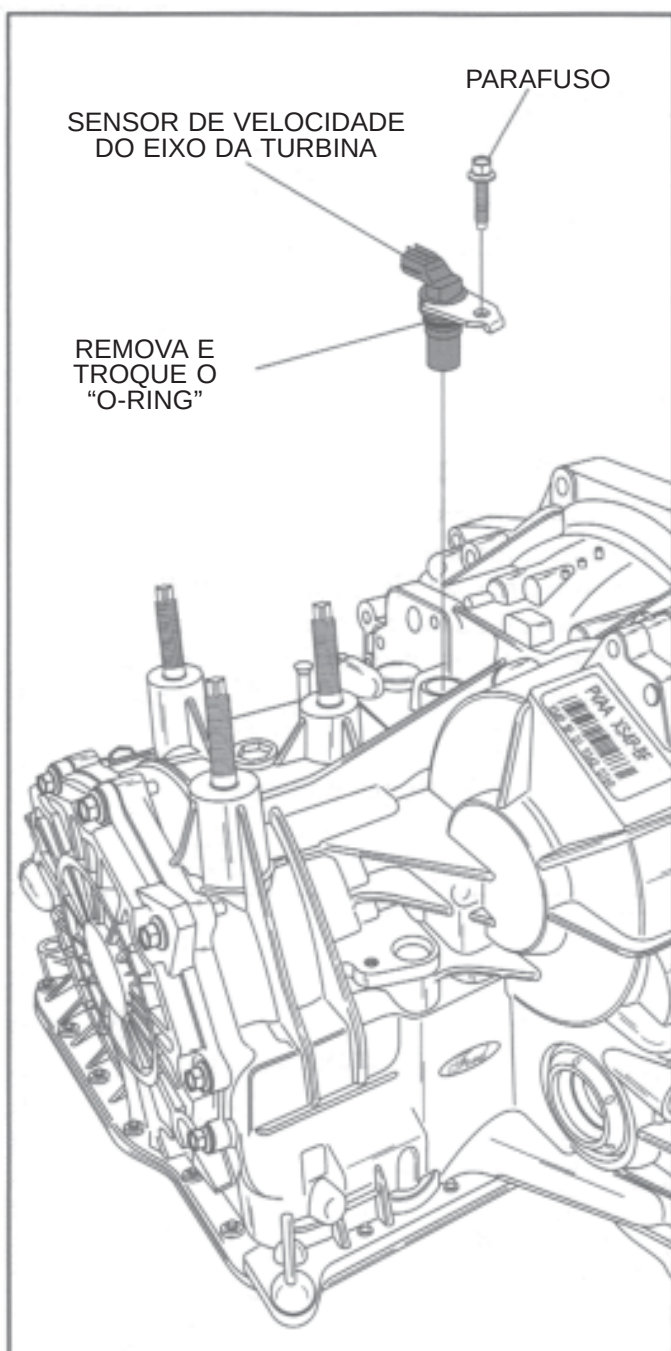

Figura 16
3. Remova da carcaça o sensor de velocidade do eixo da turbina, conforme ilustrado na Figura 16.